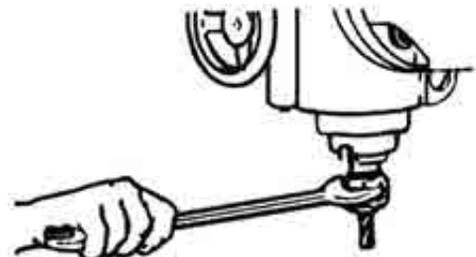

Fig. 2
- b) Sujete la tuerca con una llave adecuada. (Fig. 2).